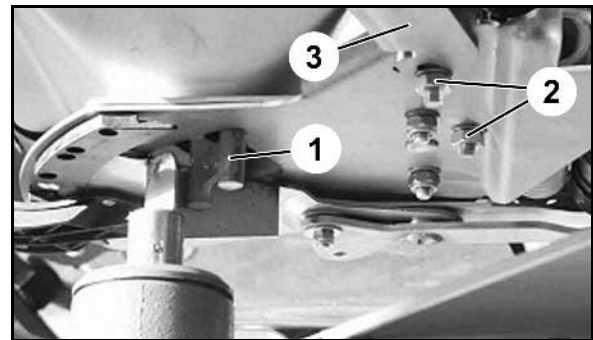

Fig. 9
1. Lossa fästskruvarna (Fig. 9/2) till inställningsmotorns konsol (Fig. 9/3).
2. Sätt i inställningstolken (Fig. 9/1) i spridaröppningen.
3. Sväng inställningsmotorn konsol (Fig. 9/3) mot inställningstolken och dra åt fästskruvarna (Fig. 9/2) igen.